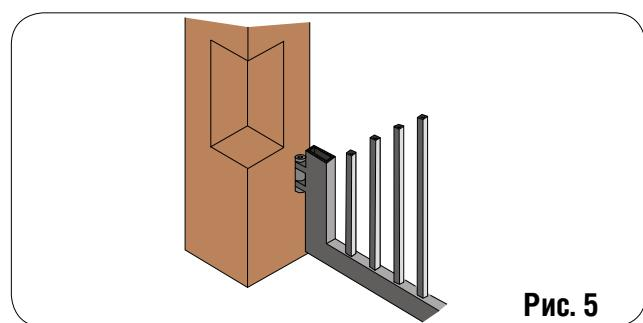

Рис. 5
- Если размеры столба или положение петель не допускают монтаж привода, следует изготовить нишу в столбе, как это показано на рис.5, что позволит сохранить заданное значение размера А. Размеры ниши должны быть такими, чтобы обеспечить легкость монтажа и доступ к расцепителю.